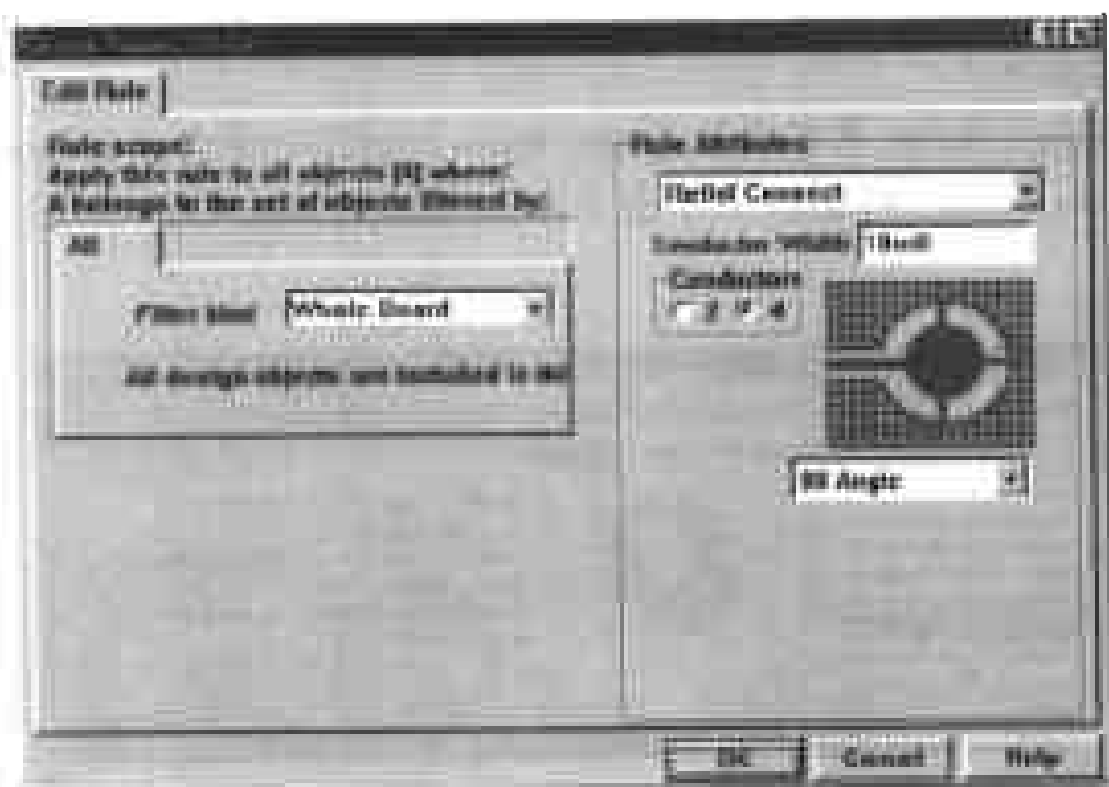

图 9-25 设置铺铜与焊盘连接方式的对话框
(2) 在此对话框下部的方框中显示出了 Protel 99 预置的设计规则,其中包括 Scope, Connect Style, Width, Entries, Angle 5 栏内容。在对话框中单击 Add 命令按钮,弹出如图9-25所示的对话框,供用户设置铺铜与焊盘之间的连接方式。
(3) 在图 9-25 所示的对话框中,单击对话框左边的 Filter kind 下拉列表框,在弹出的下拉列表中包含有 Whole Board, Object Kind, Component Class, Component, Net Class, Net 和 Pad 7 个选项,供用户设定此规则的适用范围。此选项的取值将反映在 Design Rules 对话框下部方框的 Scope 栏中。
(4) 在对话框右边的 Rule Attributes 选区中单击最上面的下拉列表框,在弹出的下拉列表中包含两个选项:
(5) 本例中选择 Relief Connect 选项,采用辐射方式的连接,同时激活对话框中的其他选项,并且显示出此种方式的示意图,如图 9-25 所示。
(6) 在对话框的 Conductor Width 选项的输入框中输入数值,设置连接线的宽度,其单位为 mil,此选项的取值将反映在 Design Rules 对话框下部方框的 Width 栏中。
(7) 在 Conductors 选区中单击 4 单选钮,设置连接线的数量;然后单击示意图下面的下拉列表框,在弹出的下拉列表中包含 90 Angle 和 45 Angle 两个选项,从中选择 90 Angle,设置连接线的角度。
(8) 设置了对话框中的各个选项之后,单击 OK 命令按钮,返回 Design Rules 对话框,在对话框下部的方框中显示出了用户刚刚设置的新设计规则,单击 Close 命令按钮,返回工作窗口。